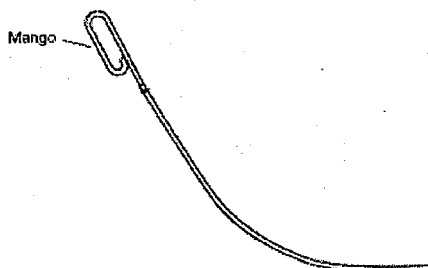

Figura 1
1. Doble manualmente el instrumento de tunelización Modelo 6996 hasta la curvatura adecuada a las características anatómicas del paciente. El mango del instrumento de tunelización debe situarse fuera de la curva (Figura 1).